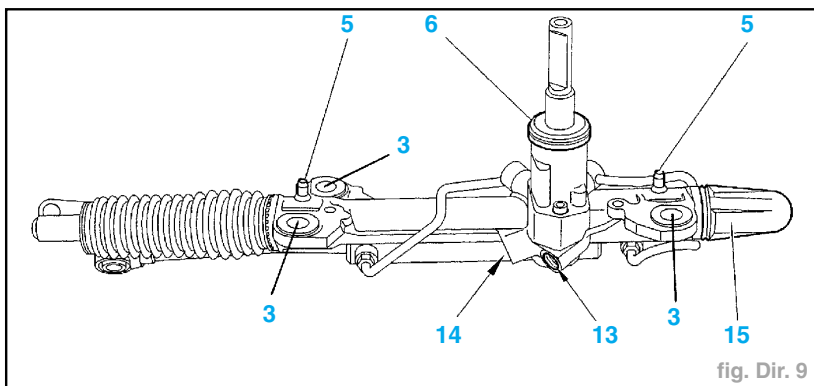

fig. Dir. 9
- Déposer la vis **TORX (11)**.
- Désaccoupler la chape de direction (12) de la crémaillère.
- Faire pivoter la chape de direction (12).
- Déposer la fixation (10) du vérin d'assistance de direction.
- Désaccoupler (fig. Dir. 9) :
- le tube d'alimentation (14),
- le tube de retour (13).
- Déposer la protection (15).
- Déposer les vis (3) de fixation du carter de direction sur le tablier (3 vis).
- Vérifier la présence des pions de centrage (5).
- Vérifier l'état du joint d'étanchéité (6) au niveau de la queue du pignon de direction (fig. Dir. 9).
- Poser les vis neuves (3) classe 10, 9, avec rondelle (fig. Dir. 9).
- Serrer les vis (3) à **3,8 daN.m**.